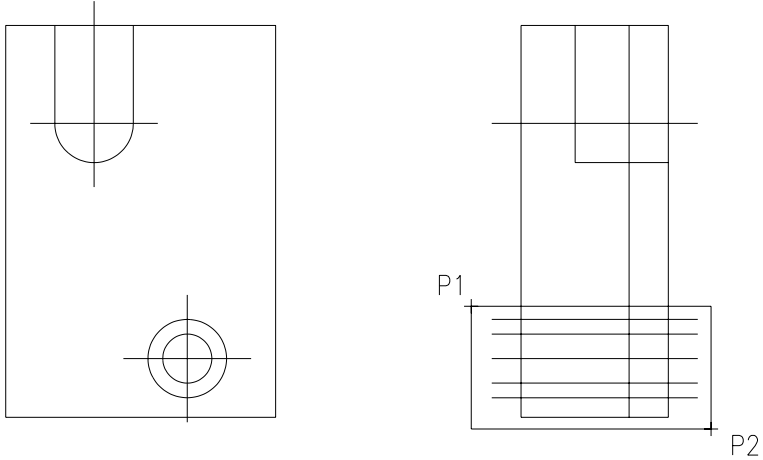
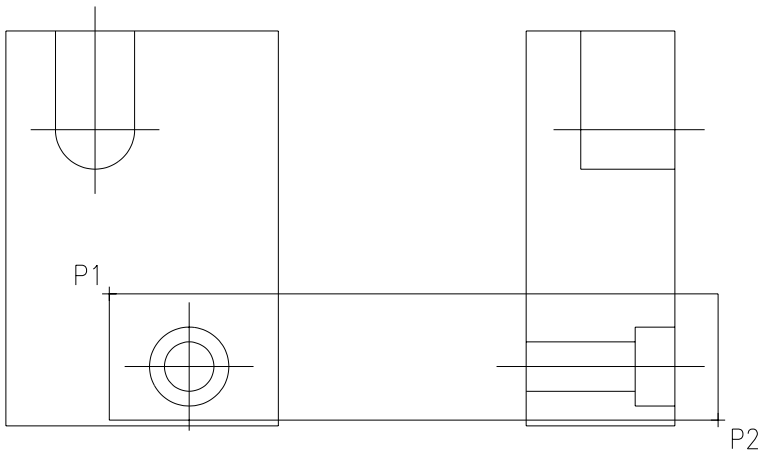
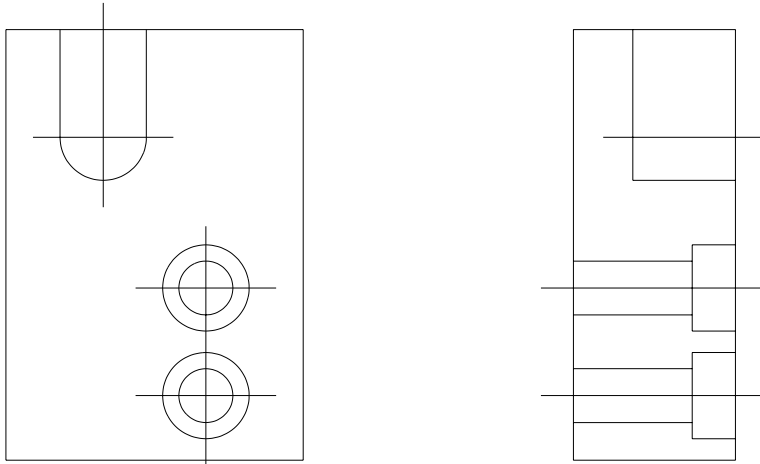

Fig. 6.12
Fig. 6.13
Fig. 6.14
5. Trasarea conturului primului locaș, folosind comenzile **OFFSET** și **TRIM**. Pentru aceasta, este mai întâi indicat mărirea zonei de lucru respective, folosind comanda **ZOOM** și opțiunea "Window" (fig. 6.12 și fig. 6.13).
6. Obținerea prin copiere (vedere și secțiune) a celui de-al doilea locaș folosind comanda **COPY** (fig. 6.13 și fig. 6.14), astfel: